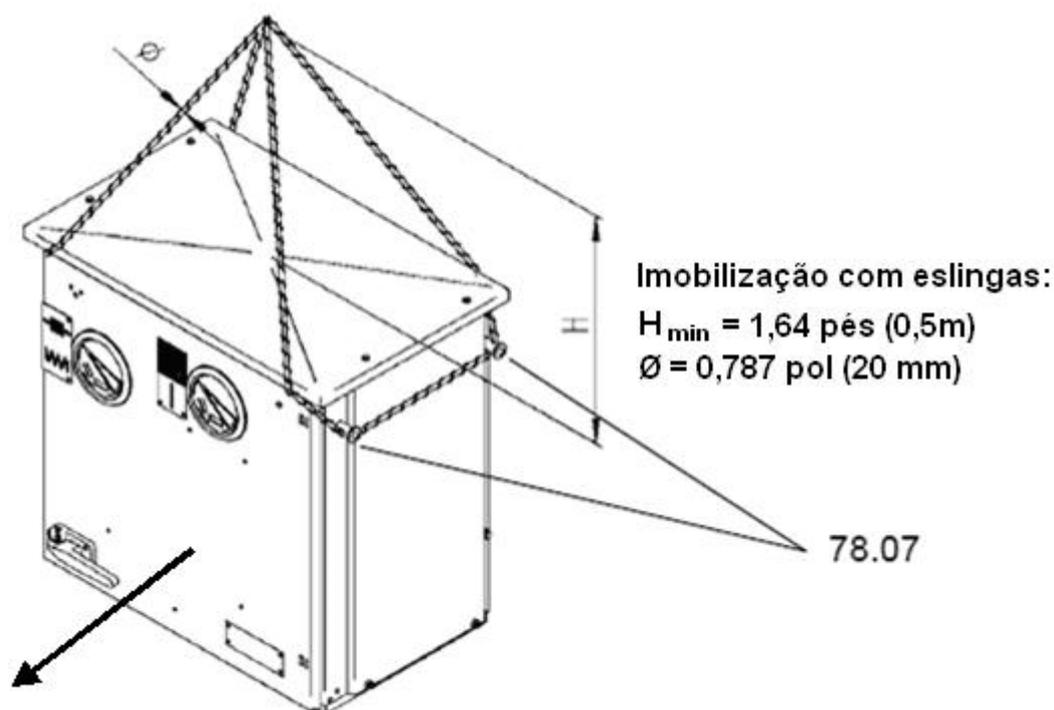

Figura 4: Imobilização do Mecanismo
- Desacoplar a unidade do mecanismo do polo, puxando-a paralelamente à linha horizontal do eixo de acionamento (vide Figura 4).